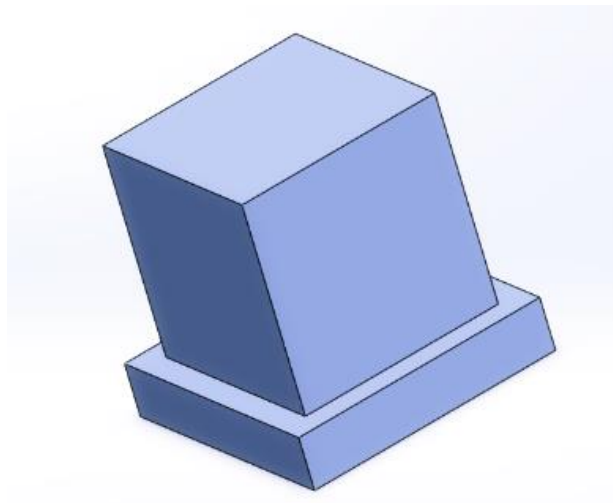

Figure III.11 : la pièce avant l'exécution de programme
a) La première pièce (figure III.11) :